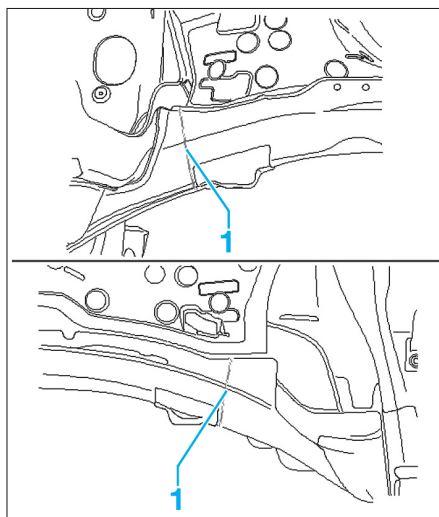

FIG. 31
- Découper le longeron en (1) comme illustré (Fig.31).